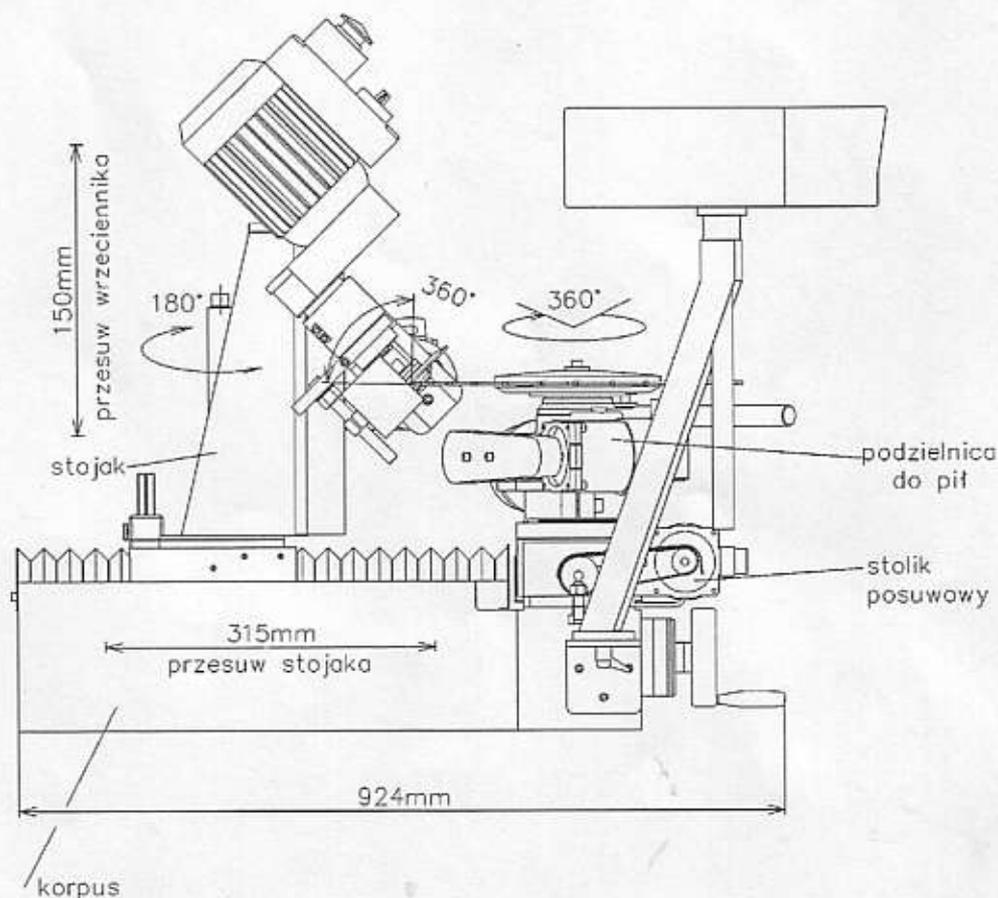

Рис.1
- подающего столика / примечание к рис.1 : stolik posuwowy /;
- делительной головки для пил / примечание к рис.1 : podzielnica do pil /;
- делительной головки для фрез / примечание к рис.1 : podzielnica do frez /.
На верхней поверхности корпуса станины находится обработанная поверхности с тавровым канальцем, на которой прикреплены подающий столик и делительная головка. Подающий столик и делительная головка приводятся в движение шаговыми двигателями, управляемыми микропроцессорным управляющим устройством, называемым далее командоконтроллером или МУС /примечание к рис.1 : MUS/